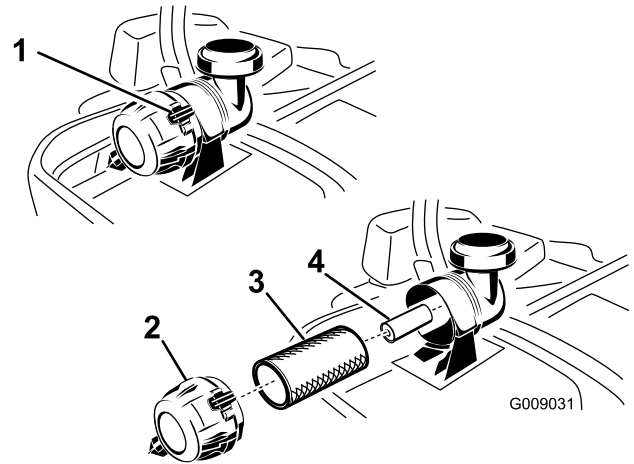

Figura 50
3. Presione hacia abajo para abrir los cierres del limpiador de aire, y tire de la tapa de la entrada de aire para separarla del cuerpo del limpiador de aire (Figura 50).
5. Extraiga con cuidado el filtro primario del cuerpo del limpiador de aire (Figura 50). Evite golpear el filtro contra el lado de la carcasa.
1. No limpie el filtro de papel, cámbielo (Figura 50).
2. Si va a cambiar el filtro secundario, deslícelo cuidadosamente en el cuerpo del filtro (Figura 50).
3. Deslice cuidadosamente el filtro primario por encima del filtro secundario (Figura 50).
- Instale la tapa del limpiador de aire con el respiradero hacia abajo, y gírela hasta que los enganches la bloqueen en su sitio (Figura 50).